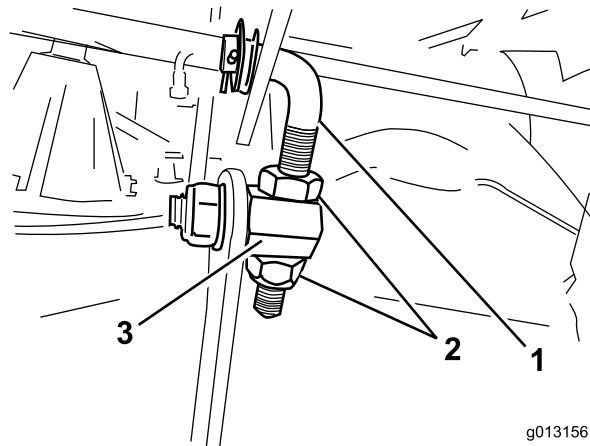

**Figura 45**
1. Gire cuidadosamente las cuchillas colocándolas perpendicularmente al sentido de avance de la máquina (Figura 45).
2. Mida entre los bordes de corte exteriores y la superficie plana (Figura 45). Asegúrese de que la diferencia entre las mediciones es de 3 mm o menos. Si no es así, siga con el paso siguiente.
4. Eleve o baje el lado derecho de la carcasa del cortacésped girando las tuercas hasta que la diferencia entre las distancias desde los extremos exteriores de las cuchillas y la superficie plana (Figura 45) sea de 3